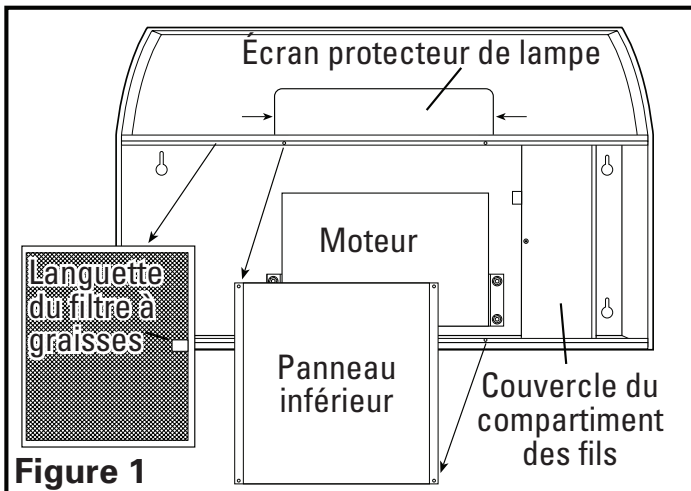

Figure 1
- Retirez les pièces suivantes de la hotte et placez-les à un endroit sûr jusqu'à ce que vous en ayez besoin (**Figure 1**) :